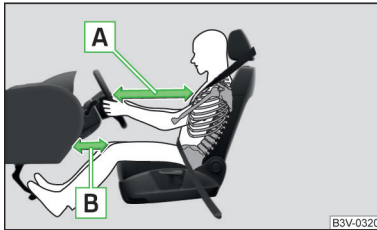

Abb. 31
- Für den Fahrer und Beifahrer ist es wichtig, einen Abstand von mindestens 25 cm zum Lenkrad bzw. zur Schalttafel einzuhalten » Abb. 31 - A. Wenn Sie diesen Abstand nicht einhalten, kann Sie das Airbag-System nicht schützen - Lebensgefahr! Außerdem müssen die Vordersitze und die Kopfstützen immer der Körpergröße entsprechend richtig eingestellt sein.
» Abb. 31 - B. Falls es aus Gründen der Körpergröße nicht möglich sein sollte, diese Bedingung zu erfüllen, dann ist ein Fachbetrieb aufzusuchen.